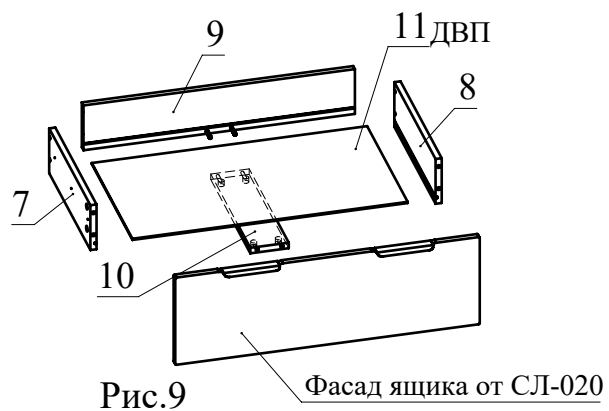

Рис.9
8. На полученную конструкцию установите деталь 2 и затяните головки минификсов. Установите деталь 1 на детали 2 и 3 и затяните головки минификсов (Рис. 9).
9. В пазы деталей 1, 2, 3 последовательно вставьте задние стенки 12 из ДВП. Между задними стенками 12 установите стыковочный профиль для ДВП (Рис. 9).
10. Установите деталь 1 на детали 2 и 3 и затяните головки минификсов (Рис. 9).
13. Соберите ящик. Для этого соедините детали 7 и 8 с деталью 9 при помощи конфирматов. Вставьте дно ящика 11 из ДВП в пазы деталей 7, 8, 9. Соедините фасад ящика от СЛ-020 с полученной конструкцией и затяните головки минификсов (Рис. 9).